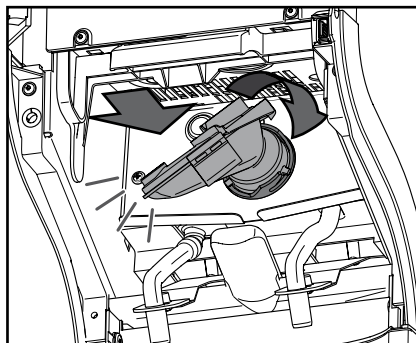

図40
8. シールリング付きミキシングボールを差し込み、止まるまで時計方向に回してください。(図40)